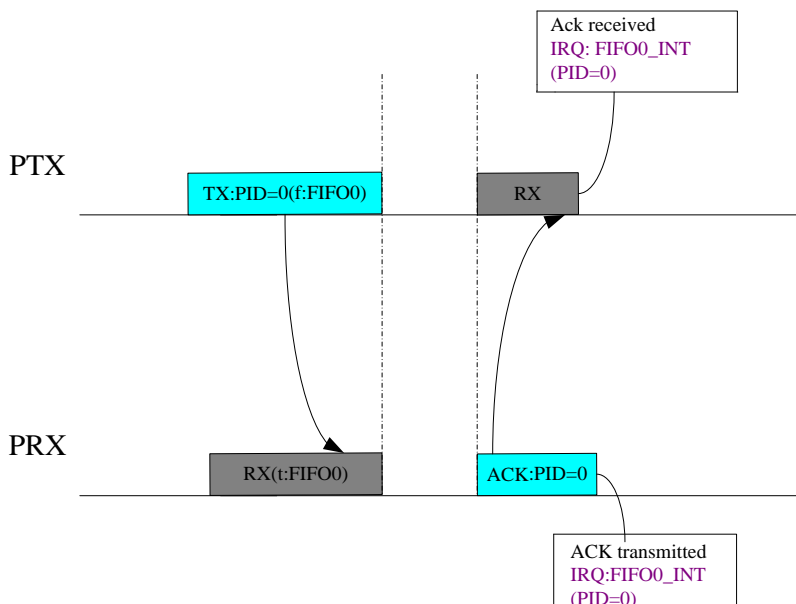

图 6-7 ACK 使能正常通讯中断示意图
- ◆ 当 PTX 与 PRX 同时使能当前通信 PIPE 的 ACK 功能后（Pn_EN = ‘1’并且 Pn_ACKEN = ‘1’）。PRX 在正确接收一帧数据后由 RX 模式自动切换为 TX 模式发送 ACK 帧，并在完成 ACK 帧发送后置起 FIFO0_INT（0x11）中断标志位（详见图 6-7）。PTX 在一帧数据发送完成后由 TX 模式自动切换为 RX 模式等待接收 ACK 帧，并在成功接收到 ACK 帧后置起 FIFO0_INT 中断标志位（详见图 6-7）。
ACK 使能情况下($Pn_ACKEN=1$), PTX 在成功接收 ACK 后, 中断标志位 $FIFO0_INT$ 将置'1'。若 PRX 成功接收数据包 (PHR 与 PSDU 正确), 在回复 ACK 后中断标志位 $FIFO0_INT$ 将置'1', 如图 6-7 所示。